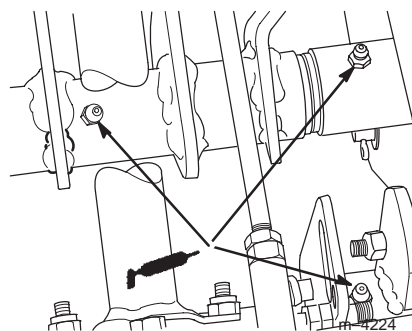

Figure 38
4. Lubrifiez les trois graisseurs (Fig. 38).